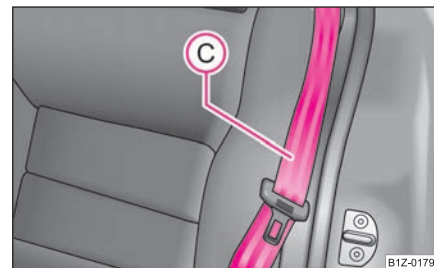

Fig. 67 Bloquear el respaldo de asiento trasero
- Coloque el cinturón de seguridad lateral trasero ① detrás del borde del revestimiento lateral ⇒ fig. 67.